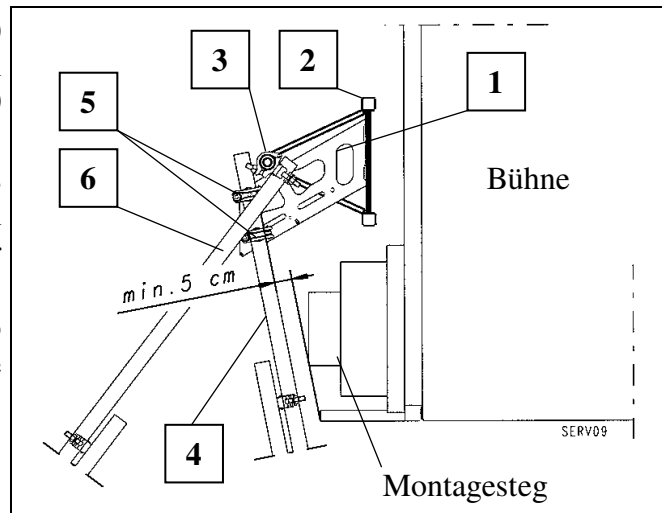

Fig. 25 Masthalterung
Die freien Rohrenden der Mastverankerungsrohre dürfen nicht über den Mastquerschnitt hinausragen! Kollisionsgefahr! (siehe Fig. 25)
- Die rechtwinkelige Ausrichtung des Mastes kann durch die beiden Gerüstkupplungen (Fig. 25 Pos.5) vorgenommen werden.